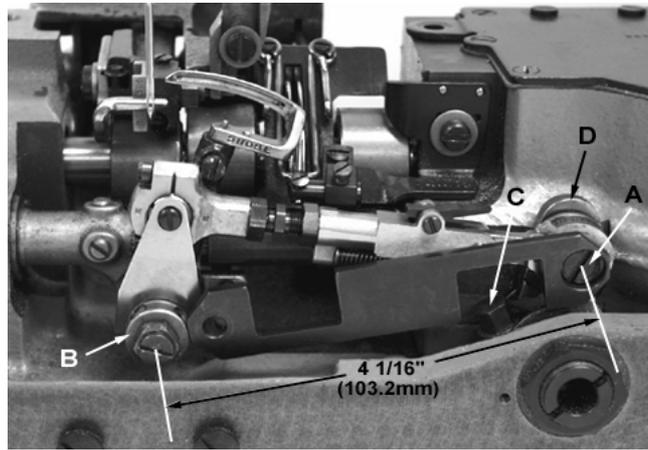

Fig. 5
With the looper at extreme right end of travel, check location of the right looper connecting rod bearing using gauge No. TT35. Place large hole of gauge over threaded stud (A, Fig. 5). The left end of gauge should locate against the RIGHT side of looper rocker cone (B). If adjustment is necessary, loosen clamp screw (C) and reposition looper drive lever (D) as required, then tighten screw (C).
If gauge is not available, check setting with a scale. Distance between the centerline of rocker cone and centerline of looper drive lever stud should be 4 1/16 inch (103,2 mm) as shown in Fig. 5 when looper is at its extreme right end of travel.
Mit dem Greifer in seiner rechten Endstellung, kontrollieren Sie die Lage des rechten Greiferverbindungsstangenlagers mit Lehre TT35. Platzieren Sie das große Loch der Lehre über den Gewindebolzen (A, Fig. 5). Das linke Ende der Lehre soll an der RECHTEN Seite des Greiferhebelrings (B) liegen. Falls eine Einstellung notwendig ist, lösen Sie die Spannschraube (C) und ändern Sie die Position des Greiferantriebshebels (D) wie nötig, dann ziehen Sie die Schraube (C) wieder an.
Falls keine Lehre verfügbar ist, kontrollieren Sie die Einstellung mit einem Maßstab. Der Abstand zwischen der Mittellinie des Hebelrings und der Mittellinie des Greiferantriebshebelbolzens sollte 103,2 mm betragen, wie in Fig. 5 gezeigt, wenn er Greifer in seiner rechten Endstellung ist.